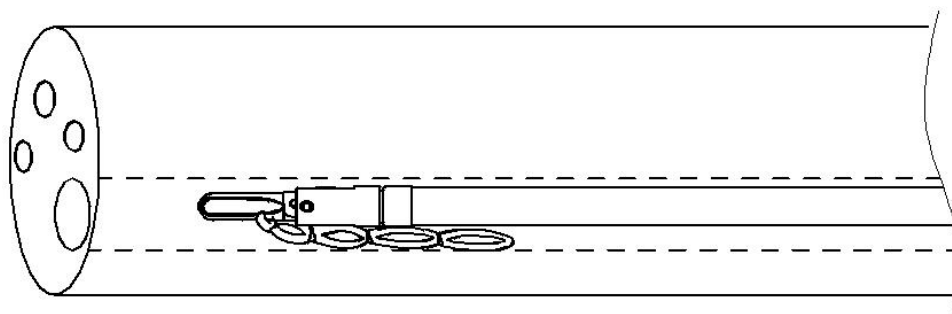

Fig .3
1. Deschideți punga și scoateți elementul glisant de pe partea distală a clemei pentru a expune cleva cu inelul elastic preîncărcat. Introduceți cu atenție dispozitivul în canalul endoscopului, asigurându-vă că cleva este în poziția închisă (Fig.3).